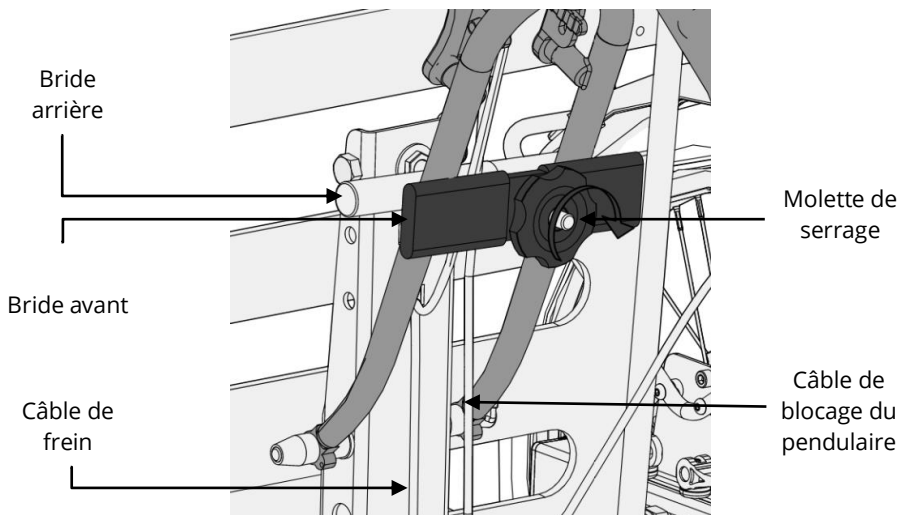

Figure 41 - Mise en place du système de bride
- Passez les câbles de frein et de blocage du pendulaire de l'AddBike+ entre les brides avant et arrière de l'AddBike+ et entre les bras de fourche du vélo (Cf. figure 41) ;
- Positionnez la bride arrière horizontalement, de manière que la fourche de votre vélo soit prise en étau entre les deux brides placées horizontalement (Cf. figure 41) ;
- Tournez la molette de serrage à la main : le système de fixation ne doit pas avoir de jeu et la molette doit être bien serrée (Cf. figure 41) ;